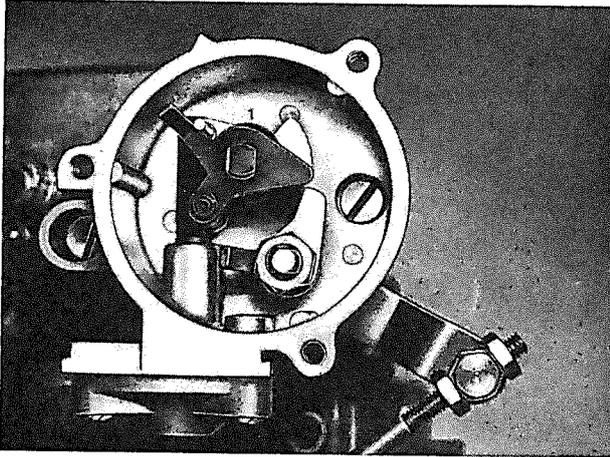

Bild 14
7. Durch diesen Vorgang wird die Stufenscheibe der Leerlauf-Drehzahlerhöhung im Innern des Startautomatikgehäuses in der Startstellung festgehalten. **Bild 14**